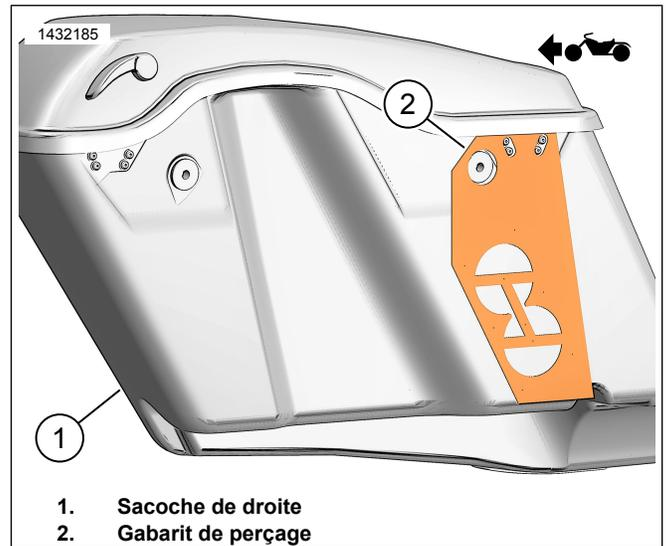

Figure 9. Modèle de sacoche droite
1. Figure 9 Modèle de position (2) sur sacoche droite (1).